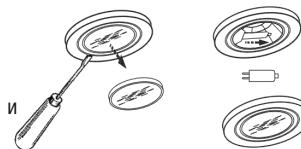

рис. 14
- 8.6.2 Замена галогенной лампы (рис. 14):